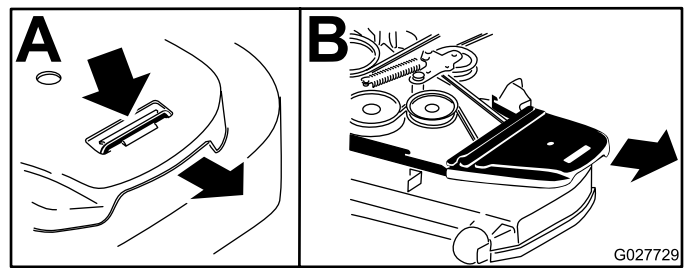

Bild 60
7. Entfernen Sie die Riemenabdeckungen (Bild 60).